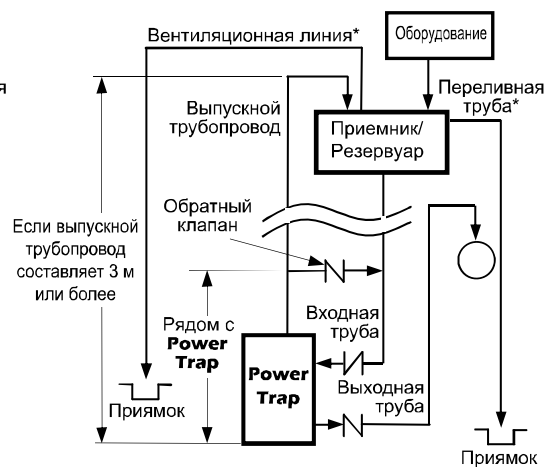

Рисунок 2: Открытые и закрытые системы
- (b) **Для открытых и закрытых систем:** Добавьте трубопровод, соединяющий выпускную трубу с входной трубой перекачиваемой среды между резервуаром и сетчатым фильтром, обязательно установив обратный клапан на трубопроводе для предотвращения обратного потока конденсата от входной трубы перекачиваемой среды к выпускной трубе. (Рис. 2)